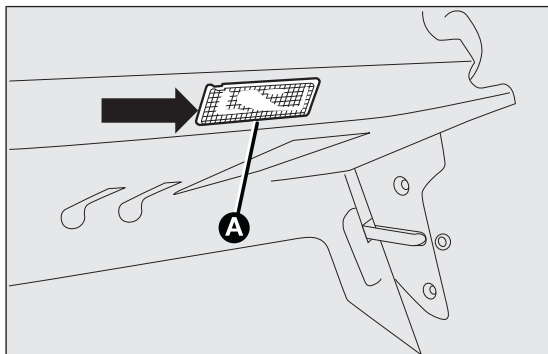

fig. 160
- ☐ extraer el plafón A fig. 160 haciendo palanca en el punto indicado por la flecha;